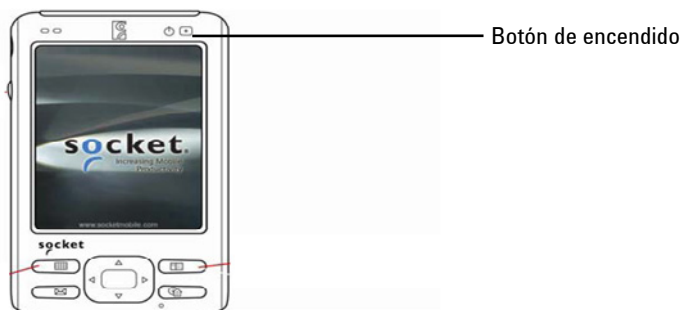

Figura 6. Estación de datos que muestra la ubicación del botón de encendido
- 1 Encienda la estación de datos de la PC portátil; para ello presione el botón de encendido en la esquina superior derecha de la estación de datos (consulte Figura 6).